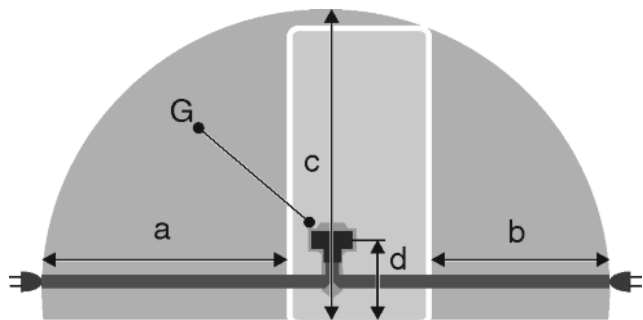

Fig. 21
- Розетка знаходиться за межами зони задньої стінки пристрою у заданому діапазоні *Fig. 21 (a, b, c)*.
- ▶ Штекер пристрою *Fig. 21 (G)* вставити на задній стінці пристрою. Слід звернути увагу на належну фіксацію.